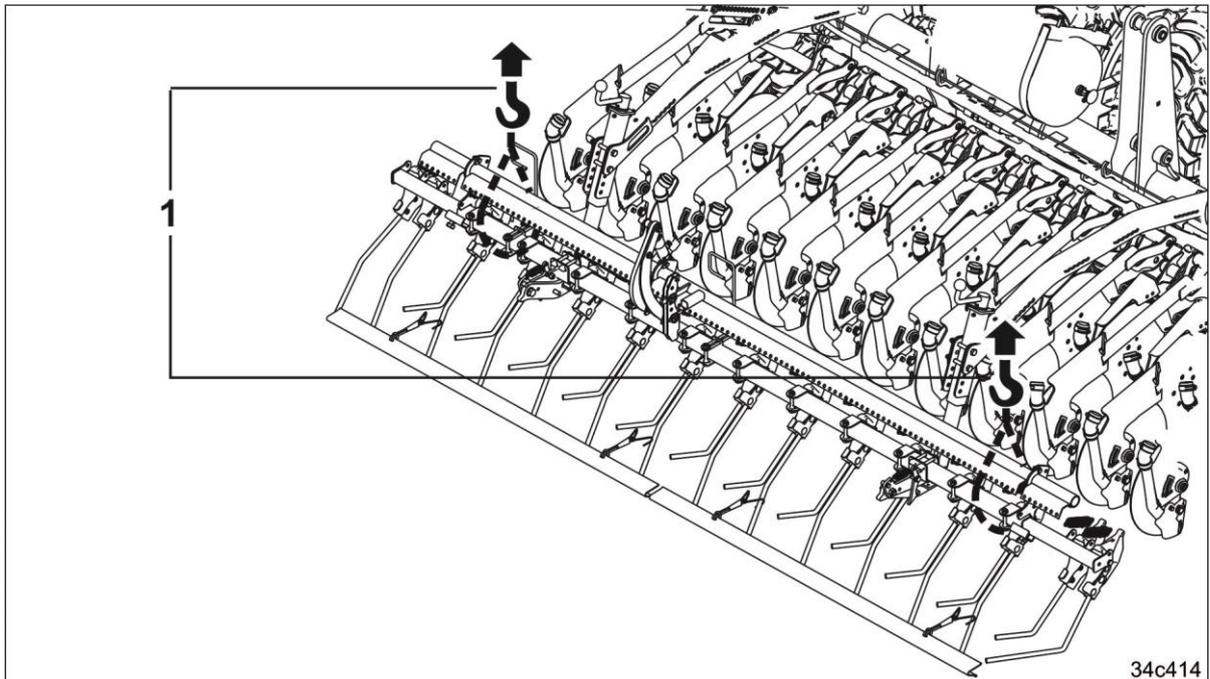

Fig. 509
1. Den Exaktstriegel in einen Kran (Fig. 509/1) einhängen. Der Kran benötigt eine Mindesttragkraft von 260 kg.